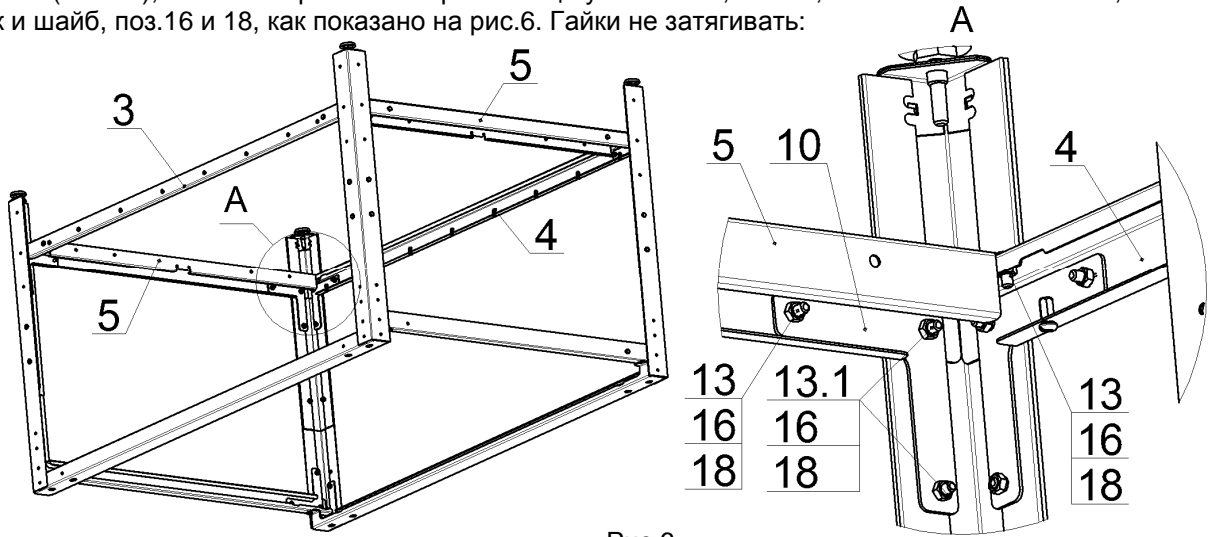

Рис.6
6. На профиль лицевой, нижний, поз.3 и профиль задний, нижний, поз.4, положить профили боковые, нижние (939мм), поз.5 и закрепить их при помощи угольников, поз.10, болтов М6х16 и М6х20, поз.13 и 13.1, гаек и шайб, поз.16 и 18, как показано на рис.6. Гайки не затягивать: